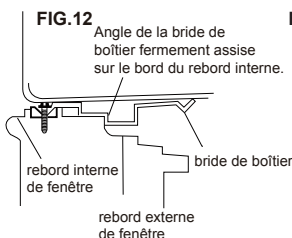

FIG. 13A
4. **Pour les fenêtres en bois :** Attachez le boîtier interne au rebord interne de fenêtre avec deux vis à tête hexagonales longues de 1/2" dans les trous (FIG. 13A). (vous pouvez souhaiter percer préalablement des trous de départ.)